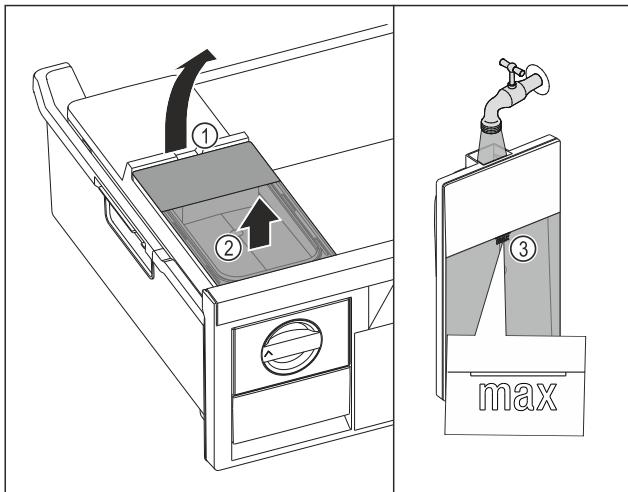

Fig. 98
- Ridicați rezervorul de apă de la degajare Fig. 98 (1).
- Scoateți rezervorul de apă în sus. Fig. 98 (2)
- Umpleți rezervorul de apă până la marcaj Fig. 98 (3) cu apă potabilă.